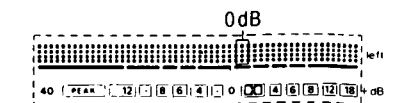

Abb. 11
6. Den Drehwiderstand 701 so justieren, daß der 0dB-Segmentteil halb beleuchtet ist, wenn der Eingang von Schritt 2 eingegeben wird (Siehe Abb. 11).
7. Die obigen Schritte (2), (3), (4), (5) und wiederholen und prüfen, ob die -40dB-und 0dB-segmentteile halb beleuchtet sind.